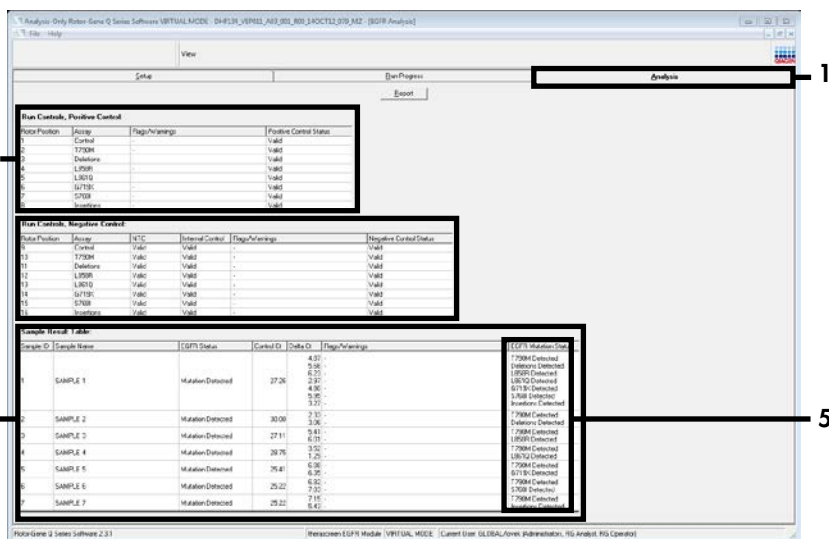

**Figura 16. Pestaña “Run Progress” (Progreso de la serie).**
**Nota:** Cuando empieza la serie, se abre automáticamente la pestaña “Run Progress” (Progreso de la serie) para mostrar el registro de la temperatura y el tiempo restante para finalizar la serie (figura 16).